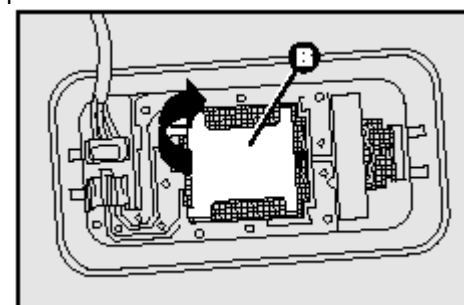

рис. 42
- Откройте защитную крышку **B – рис.42**;
- закройте крышку **В** – **рис. 42**, установите на место плафон, и убедитесь, что плафон надежно зафиксировался.